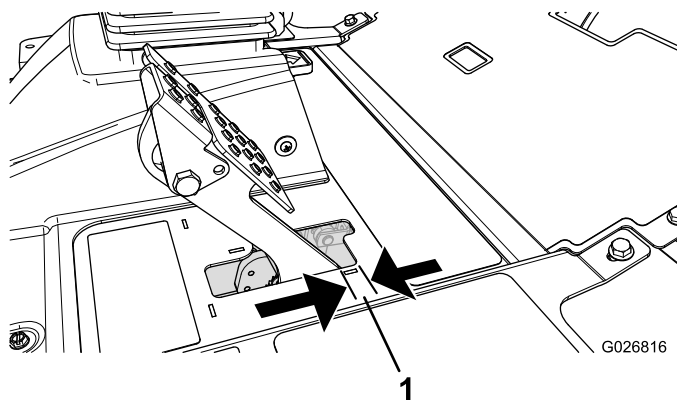

Figura 71
Regolate i freni se il pedale ha un “gioco” superiore a 2,5 cm (Figura 71), o quando è necessaria maggiore forza di tenuta. Per gioco s'intende la distanza che il pedale percorre prima che si avverta la resistenza della frenata.
2. Serrate il dado posteriore per spostare indietro il cavo, finché i pedali del freno non hanno un gioco compreso tra 6,3 e 12,7 mm (Figura 71), prima che la ruota si blocchi.